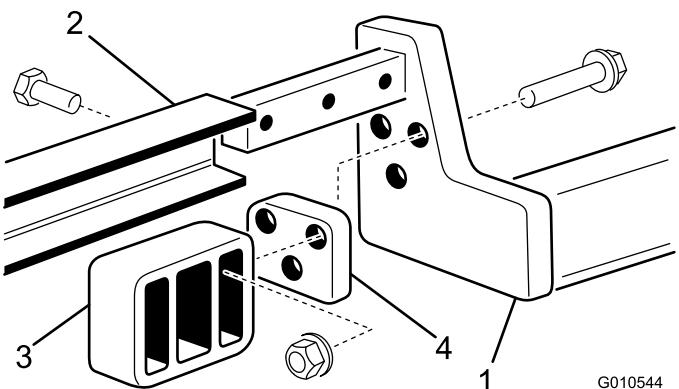

Figura 6
- Monte un soporte trasero en cada brazo de elevación con 3 pernos (3/8 x 2 pulgadas), espaciadores, y tuercas con arandela prensada, según se muestra en Figura 6.
- Deslice el bastidor de tiro sobre los brazos de elevación alineando los taladros de montaje. Fije cada lado del bastidor de tiro a los brazos de elevación con 3 pernos (1/2 x 1-1/2 pulgada). Apriete los pernos a 95-108 Nm (Figura 6).